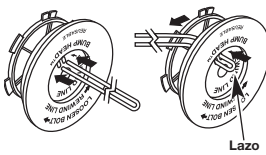

Fig. 30
6. Tome aproximadamente 6 m (20 pies) de nueva línea de corte, enlázela en dos longitudes iguales. Inserte cada extremo de la línea a través de uno de los dos orificios del carrete interior (Fig. 30). Pase la línea a través del carrete interior de modo que el lazo sea lo más pequeño posible.